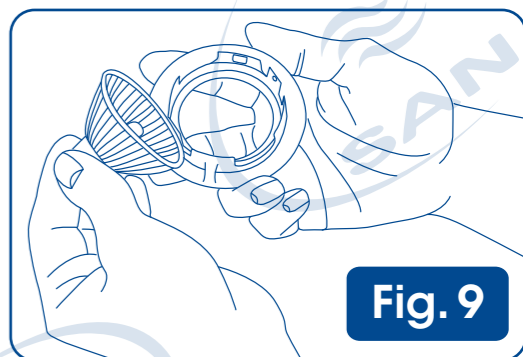

Fig. 9
6. Retire y cambie el foco tipo spot (Fig. 9) (puede conseguir los focos de repuesto donde adquirió su campana o en Sanaire, S.A. de C.V.)